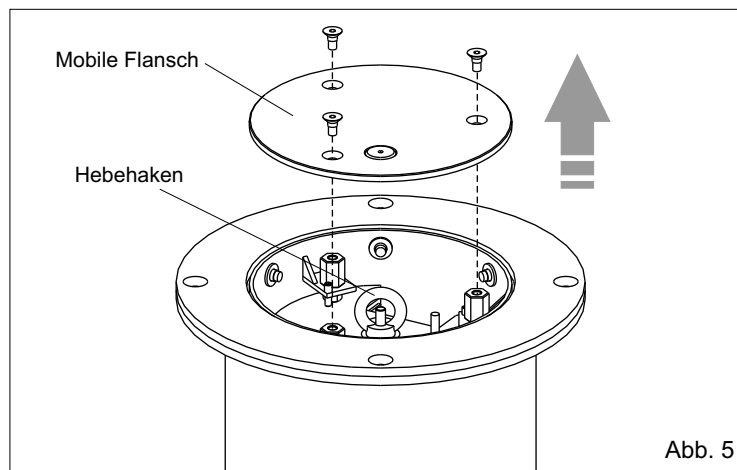

Abb. 5
2.1. Die drei Schrauben abschrauben und die mobile Flansch entfernen (siehe Abb. 5)